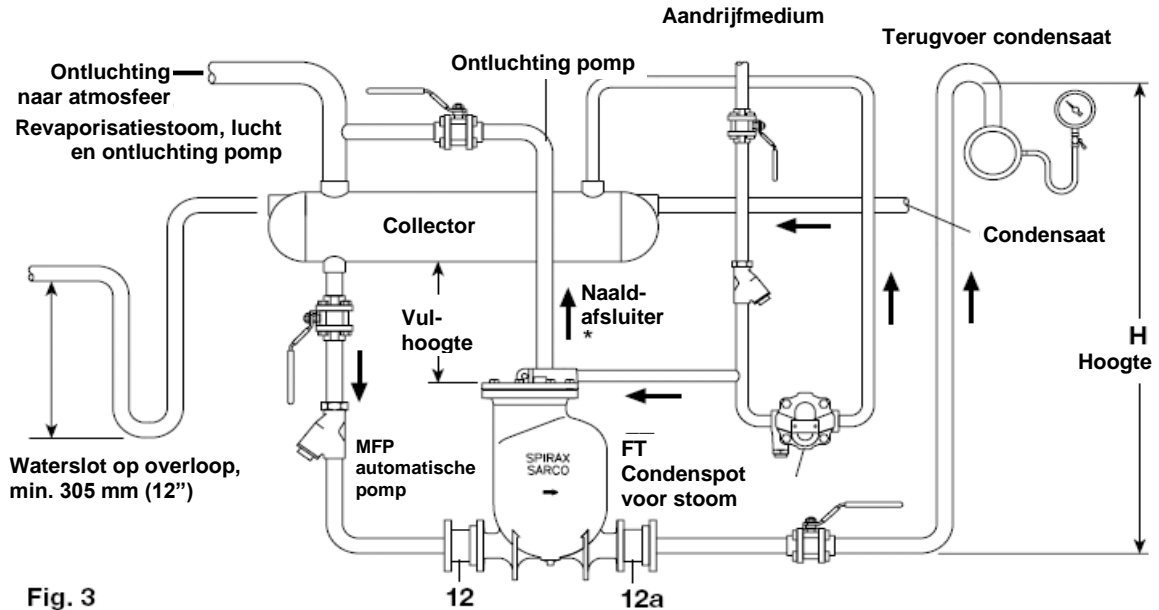

Fig. 3
1. Monteer de pomp onder het toestel dat moet ontwaterd worden, de uitlaatleiding verticaal naar boven. Voorzie de aanbevolen vulhoogte zoals aangeduid in fig. 3 (verticale afstand tussen bovenkant pomp en onderkant collector). Voor andere vulhoogten, raadpleeg de capaciteitsgrafiek.
3. Monteer de terugslagkleppen (12) en (12a) op de pomp en zorg er voor dat zij in de correcte doorstroomrichting gemonteerd zijn. Span de flensbouts aan tot 76-84 Nm. Horizontale leidingen vóór de toevoerterugslagklep en achter de afvoerderugslagklep moeten tot het minimum beperkt worden. Sluit de pompafvoerleiding aan aan de condensaatretourleiding. Flensbouts aanspannen op 76-84Nm.
De collector moet voldoende inhoud hebben boven de vulhoogte om het condensaat op te vangen dat toegevoerd wordt tijdens de pompfase. De collector kan een tank zijn of een lengte buis van grote diameter. Indien gewenst kan, op de collector, een overloop voorzien worden met U-vormig waterslot van minimum 305 mm zoals getekend in fig.3.